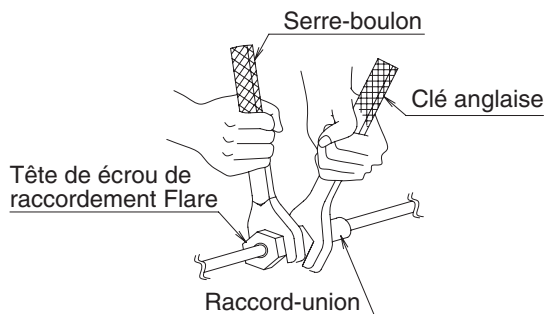

Fig. 10
- Lorsque vous raccordez les tuyaux au climatiseur, veillez à utiliser une clé à molette et une clé dynamométrique comme indiqué dans **Fig. 10**.